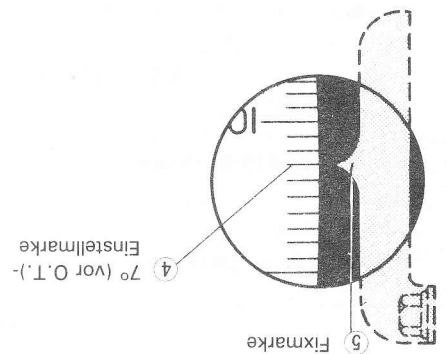

Abb. 9-22
Die Stroboskoplampe an das Zündkabel der Zündkerze Nr. 1 anschließen. Den Motor anlassen und bei einer Drehzahl von nicht mehr als 900 U/min laufen lassen. Unter dieser Voraussetzung die Stroboskoplampe gegen das Schwungrad richten. Wenn die 7°-Einstellmarke ④ auf die Fixmarke ⑤ ausgerichtet zu sein scheint, ist der Zündzeitpunkt korrekt. Siehe Abb. 9-22.